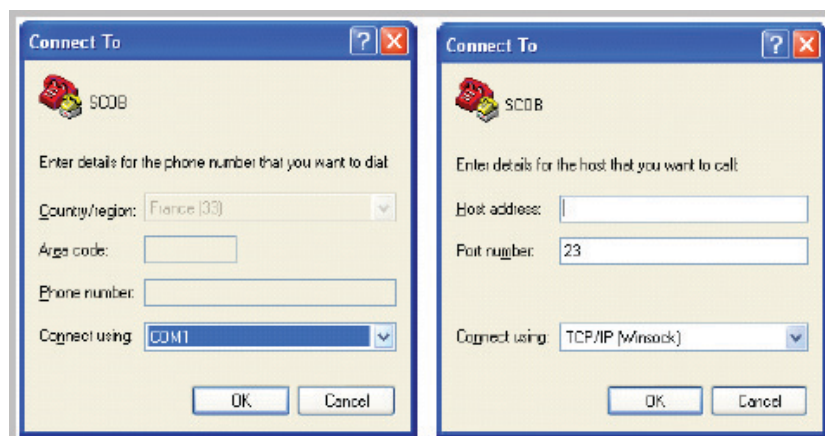

図 16. シリアルポートあるいは TCP/IP 接続の定義
8. **接続先**ダイアログで、遠隔で設定?監視しようとしている PDU へ接続するため、通信に関する内容を入力します（図 16 を参照）。